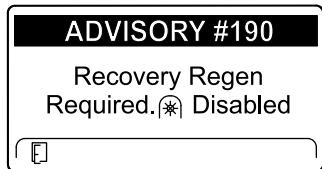

Figura 41
- É necessária uma regeneração de recuperação — tomada de força desativada Aviso N.º 190 (Figura 41)